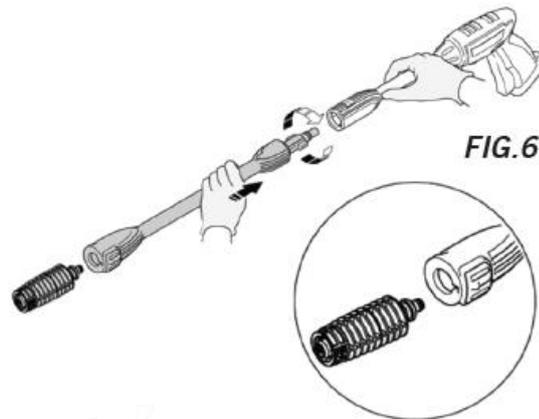

FIG.6
7. Com o gatilho da pistola travado, insira a extensão da lança (4) na pistola com firmeza e gire no sentido anti-horário para travar na posição. (Fig. 6).
8. Para inserir o bico de pulverização (5) alinhe o entalhe do bico com a seta no botão verde da lança, pressione firmemente até ouvir um clique (Fig. 6). Para remover o bico, pressione o botão verde na extremidade da lança e puxe o bocal livre.